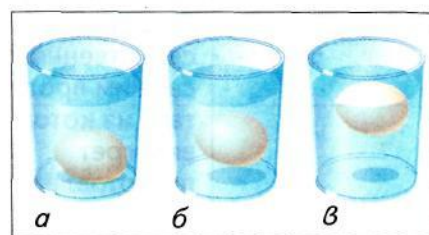

Рис. 98. Определение свежести яйца
2. Погружение в воду. В стакан наливают воду и растворяют 1 столовую ложку соли, осторожно опускают туда яйцо. Качество определяют по положению яйца (рис. 98).
Опустилось на дно стакана	Яйцо свежее (рис. 98, а)
Плавает чуть выше дна	Недостаточно свежее (рис. 98, б)
Находится на поверхности жидкости	Недоброкачественное (рис. 98, в)